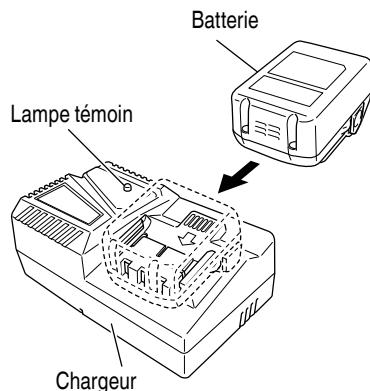

Fig. 4
- Insérer la batterie dans le chargeur de batterie. Insérez fermement la batterie dans le chargeur, comme cela est indiqué dans la Fig. 4.